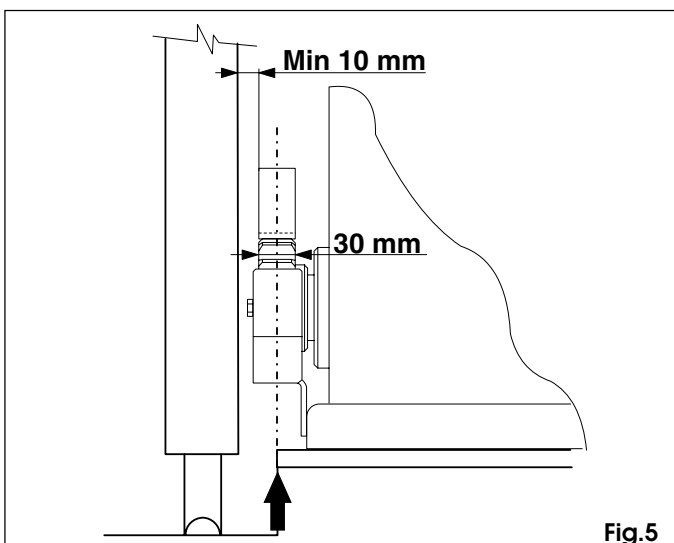
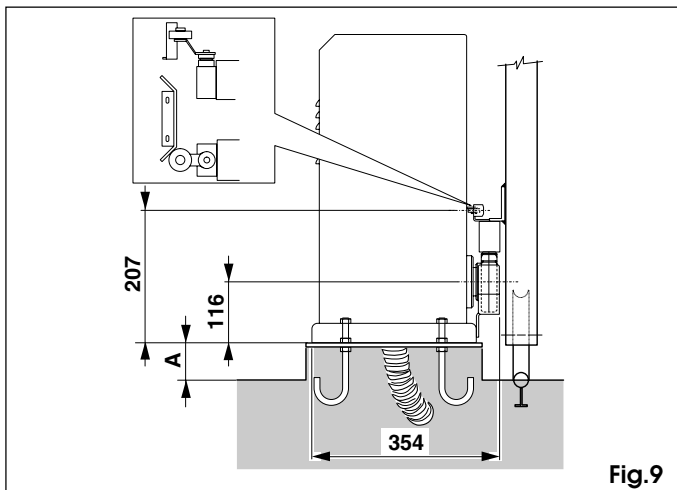

Fig.5
Fig.9
Per le quote di posizionamento fare riferimento a fig.5.
Nota bene: È consigliabile collocare la piastra leggermente rialzata rispetto al livello del terreno (fig.9 - rif.A).
- 3) Registrare l'altezza dei piedini tenendo sollevato il motoriduttore dalla piastra di 1 cm e la distanza dal cancello come da fig.5 e fig.9.